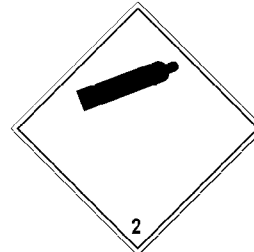

Bild 6
- Druckgasflaschen, die mit mehr als 2 bar Druck gefüllt sind, unterliegen beim Transport auf öffentlichen Straßen den gefahrgutrechtlichen Bestimmungen der GGVSE, bzw. ADR. Die Druckgasflaschen, bzw. das Versandstück sind mit einem Gefahrzettel Nr. 2.2 nach Unterabschnitt 5.2.2.2 ADR zu kennzeichnen (siehe Bild 6).